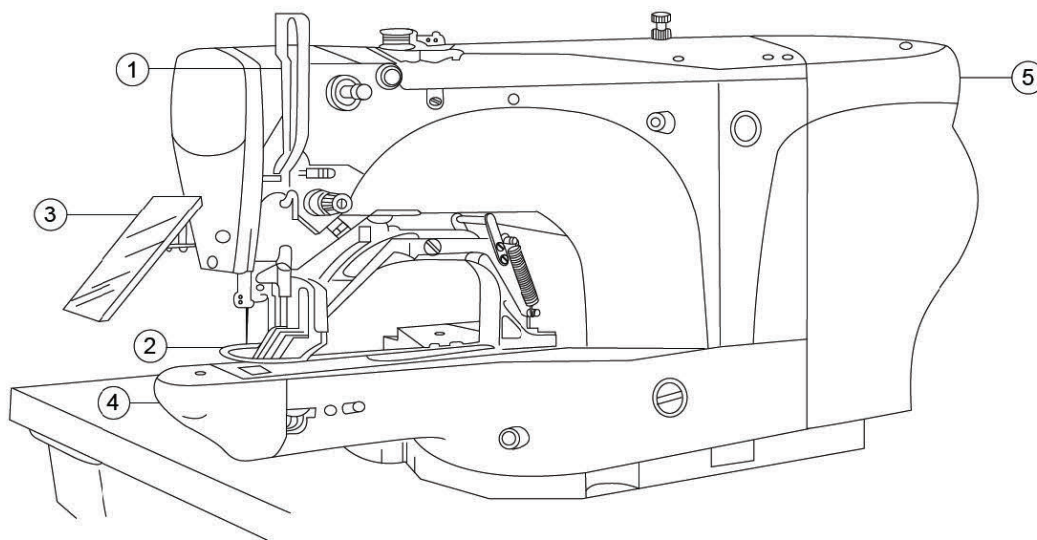

Figura 55
⚠ Por favor, observe todas as notas do item 1 Instruções de Segurança. Em particular, ter todo um cuidado em ver se todos os dispositivos de proteção estão ajustados corretamente, conforme mostrado na Figura 55.